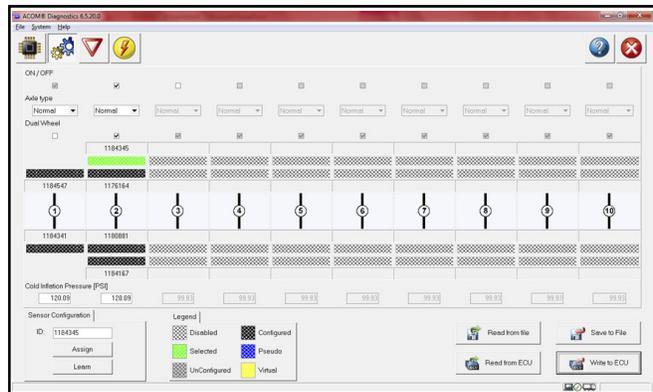

Figure C16 - Pression de gonflage à froid
11. Mettre le point de consigne du COLD INFLATION PRESSURE (pression de gonflage à froid) à 827 kPa (120 lb/po²). Voir Figure C16.